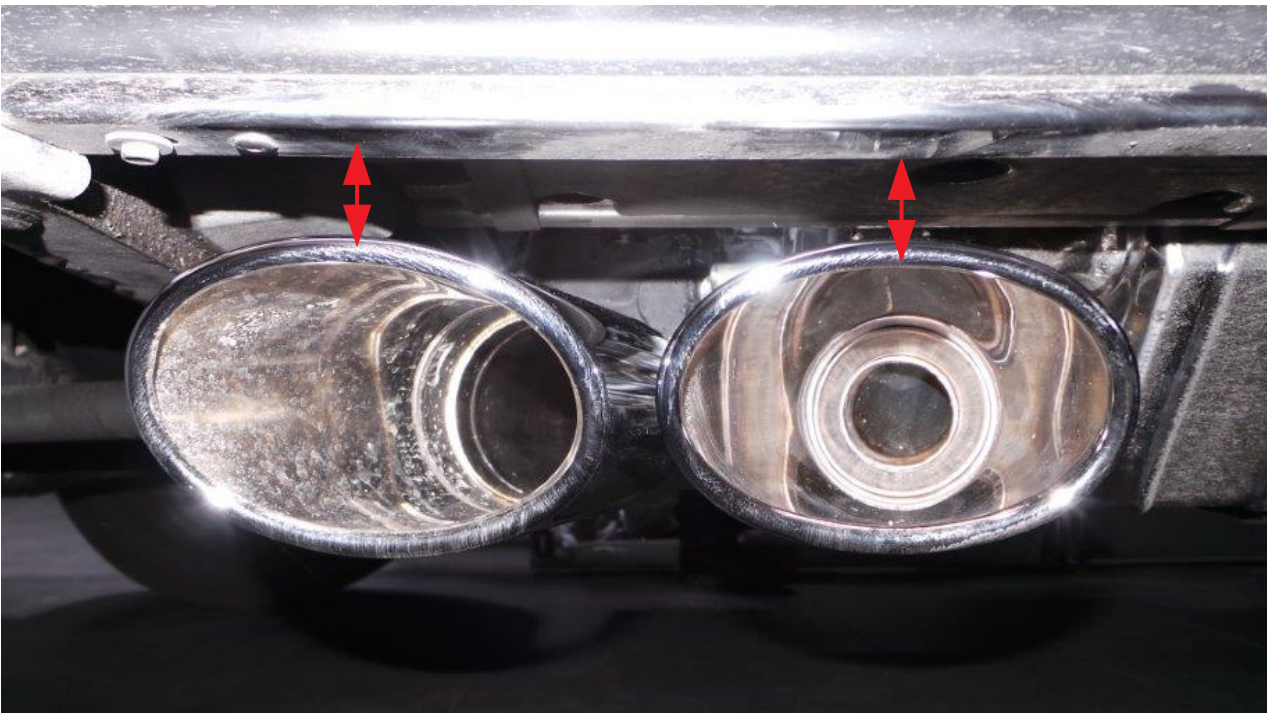

Abb.8: Endrohrposition Capristo- Schalldämpfer
4. Beim Ausrichten der Endrohre sollte ein gleichmäßiger Abstand zum Seitenschweller vorhanden sein. s.Abb.8